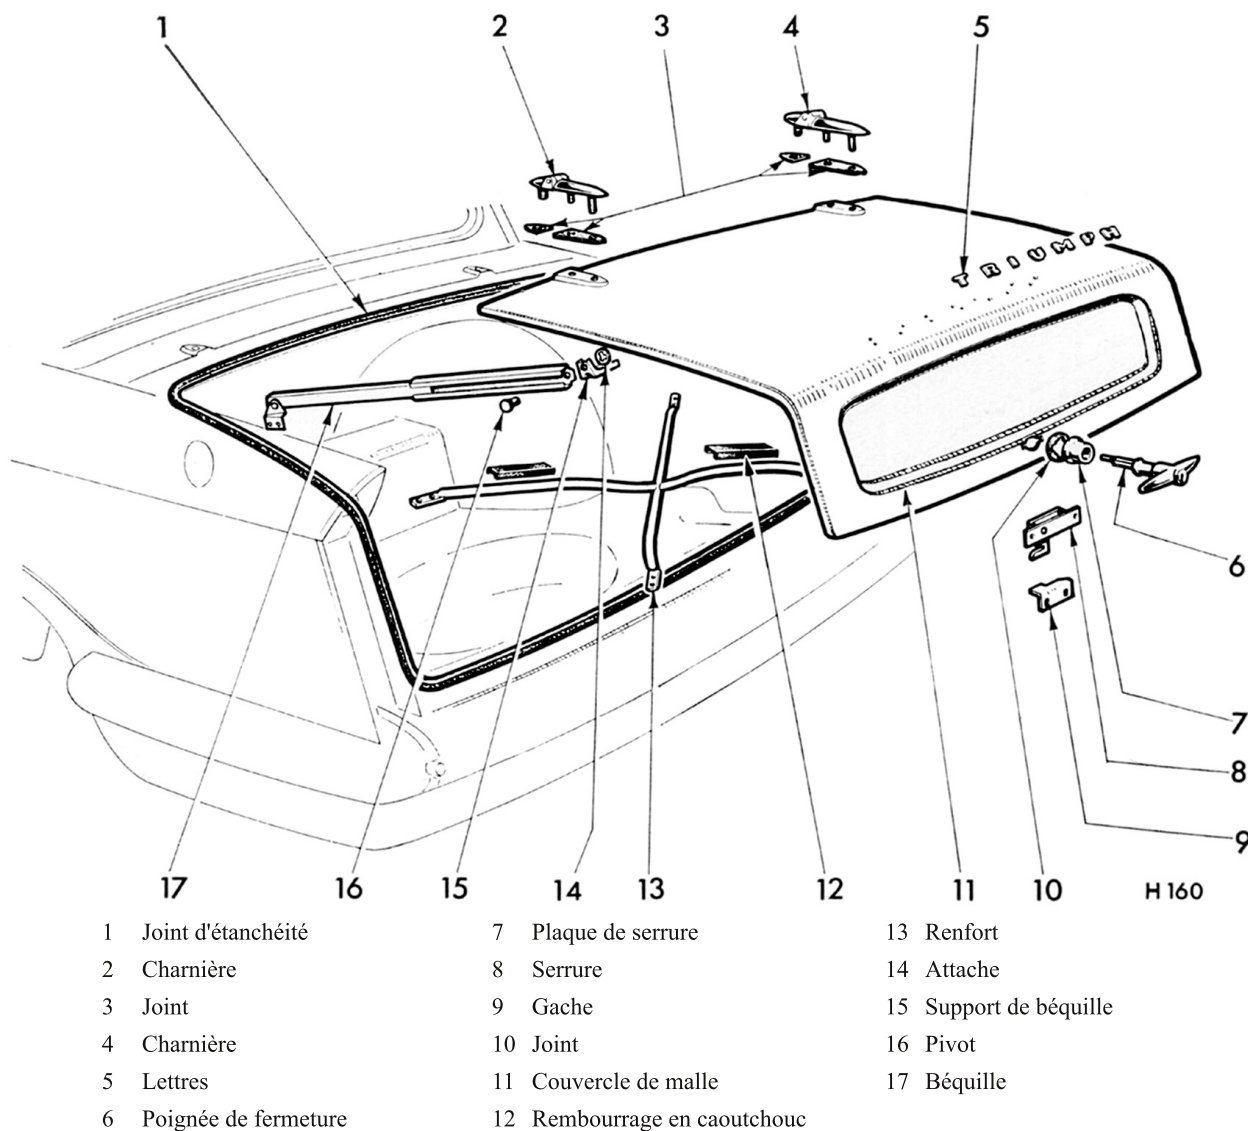

Fig. 29. Détails du couvercle de coffre à bagages
Démonter la gâche de serrure de couvercle de malle (deux vis, item 9 Fig. 29). Retirer 12 vis cruciformes et enlever la jupe arrière.
COUVERCLE DE COFFRE A BAGAGES**1200, 12/50, 13/60 et Vitesse 6****Dépose (Fig. 29)**